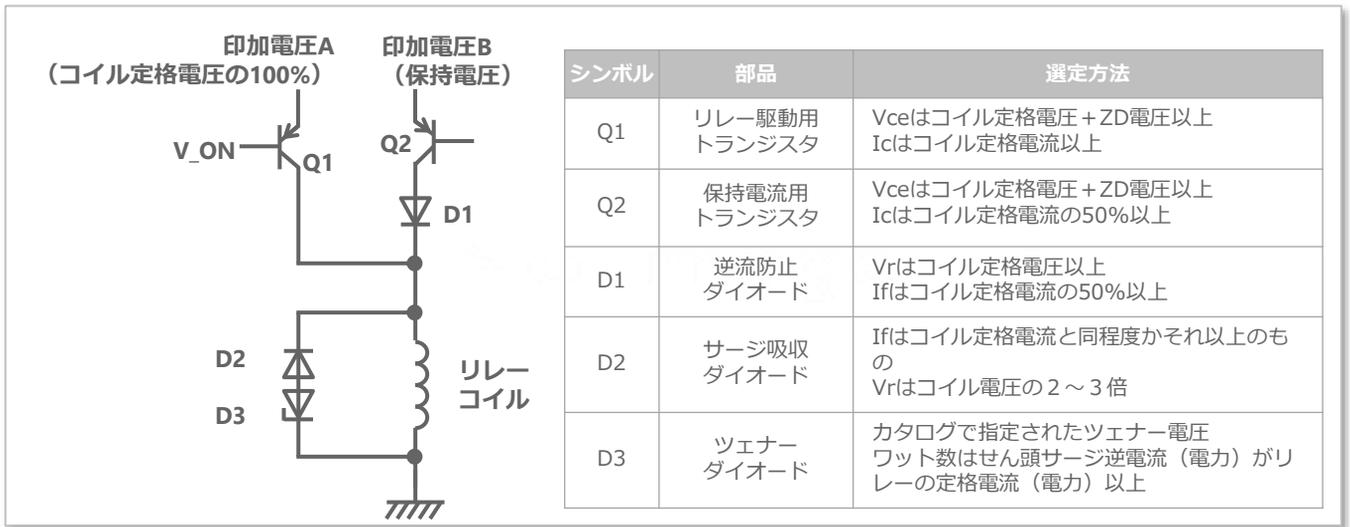
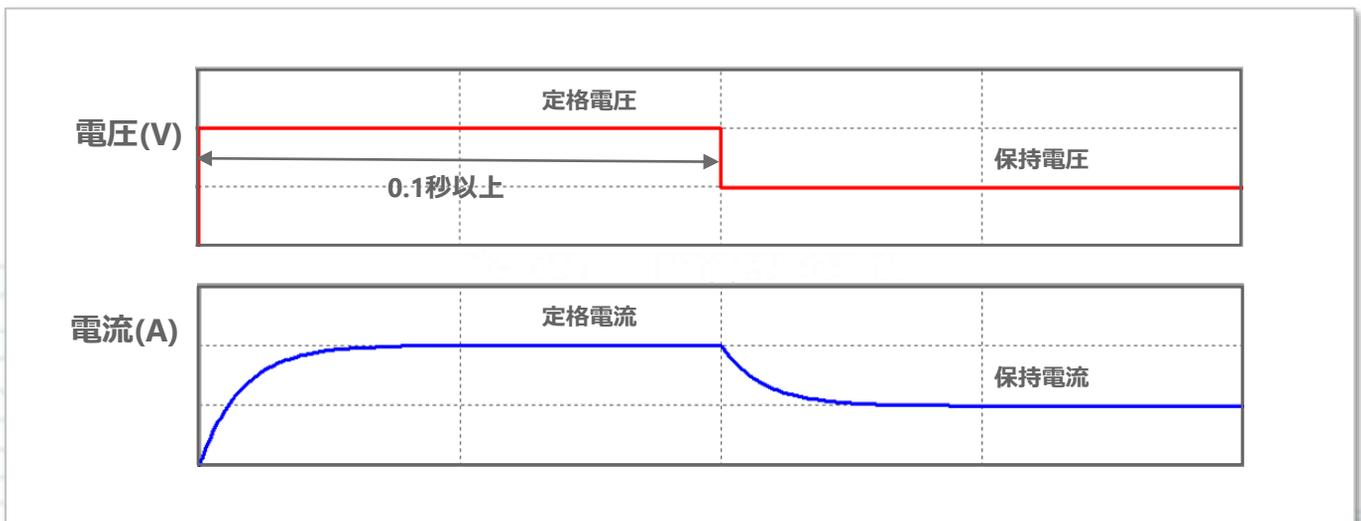

図24:スイッチによる保持電圧回路例、周辺部品の選定方法
図25:スイッチによる保持回路におけるコイル電圧・電流波形例
コイル定格電圧 (A)とは別にコイル保持用の低電圧 (B)を用意できる場合は、スイッチによる切り替えで保持電圧へ切り替えることが可能です。50%の電圧へ切り替えると、電流も50%に半減するため、回路全体の消費電力を定格の1/4と大きく削減することができます。(図24、図25ご参照)